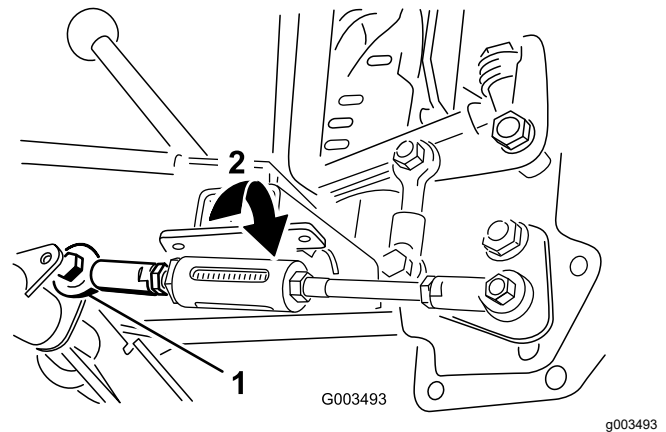

Figura 20
3. Serrate i dadi di bloccaggio che fissano l'asta della molla fino a quando 6-13 mm di parte filettata non sporgono per applicare tensione alla molla (Figura 20).